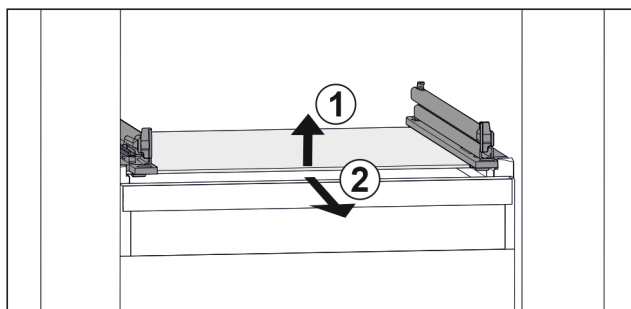

Fig. 44 Примерно изображение на стъклената плоча
- ▶ Повдигнете стъклената плоча отпред Fig. 44 (1)
- ▶ Извадете стъклената плоча напред Fig. 44 (2)